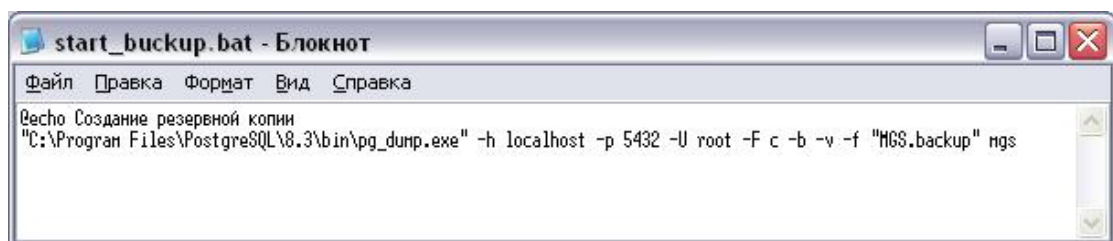

Рис. 7.15. Образец содержания командного файла
- Введите в командный файл текст по приведенному ниже образцу (Рис. 7.15).